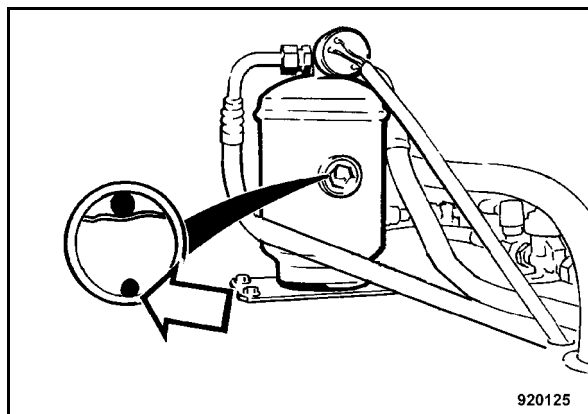

Fig. 145
- Controllare la perla d'indicazione dell'umidità (Fig. 145) nel tubo di livello dell'unità di essiccazione/raccolta.